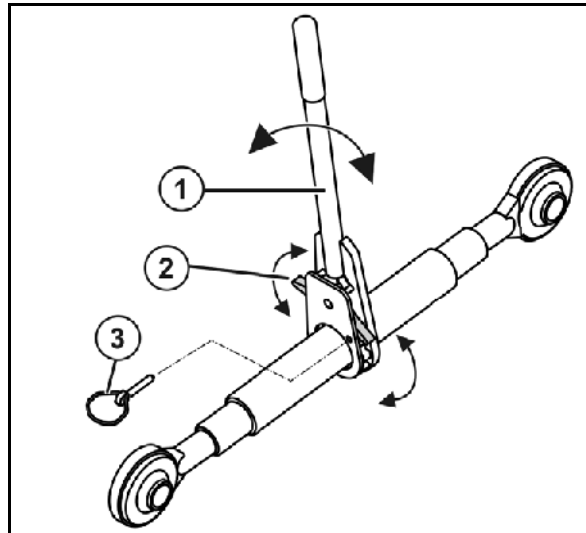

Fig. 36
1. Fjern klapsplitten (Fig. 36/3) entfernen.
2. Sæt svingarmen (Fig. 36/2) i indgreb svarende til den ønskede omdrejningsretning.
3. Forlæng/forkort spindelen ved hjælp af håndtaget (Fig. 36/1).
4. Sørg for at sikre indstillingen med klapsplitten (Fig. 36/3).